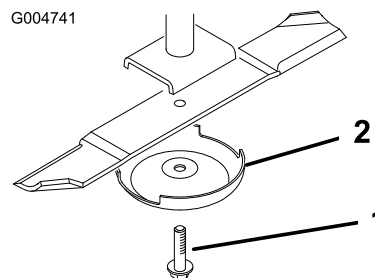

Figura 86
3. Retire o parafuso da lâmina, o recipiente antidanos e lâmina do eixo (Figura 86).